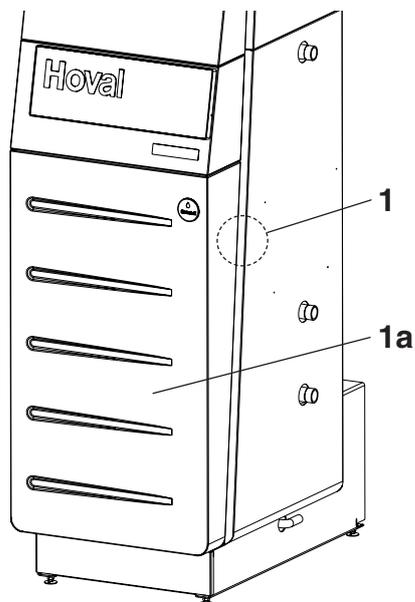
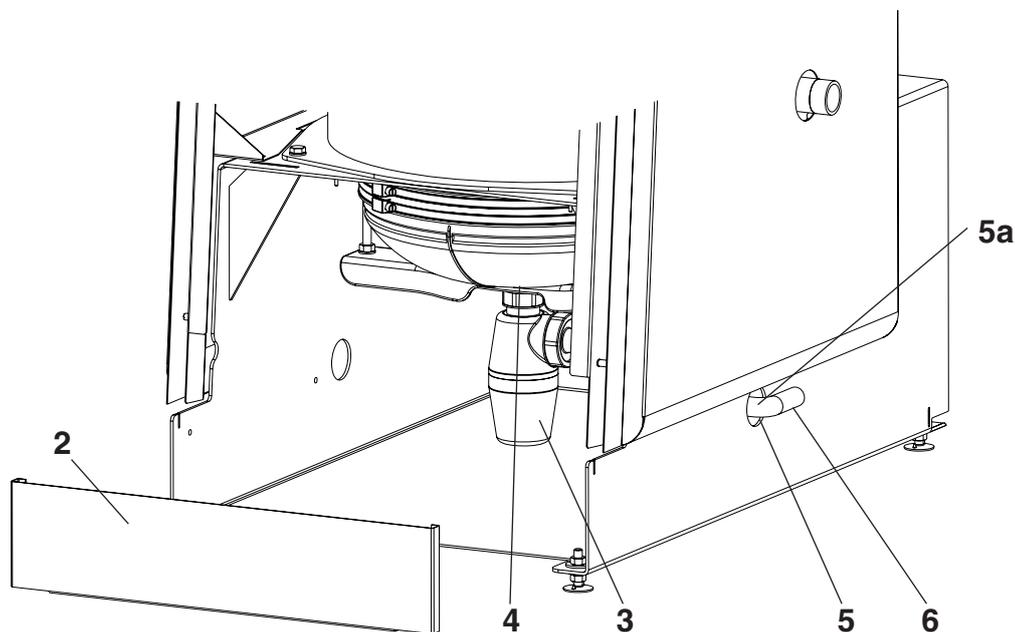

Fig. 13
Fig. 14
1. Rimuovere la calotta frontale (1a, fig. 13). Allentare i bulloni di sicurezza laterali (1) (circa $\frac{1}{4}$ di rotazione a sinistra ed estrarre fino ad arresto). Sollevare verso l'alto la calotta mantenendola dritta e sfilarla in avanti.
2. Rimuovere la lamiera dello zoccolo (2, fig. 14). Sollevare la lamiera dello zoccolo verso l'alto mantenendola diritta e sfilarla.
3. Avvitare il sifone (3) sulla vasca di raccolta condensato (4) e serrare bene (il collegamento deve avere una tenuta perfetta)!
4. Applicare lo scarico (5) nel sifone (3) e condurlo verso l'esterno mediante l'apertura (5a) (a scelta sul lato sinistro o destro).
5. Applicare la tubazione di raccordo (6) per lo scarico (tubo flessibile di 2m accluso alla caldaia).
6. Montare nuovamente la calotta frontale (1a, fig. 13) e la lamiera dello zoccolo (2, fig. 14).